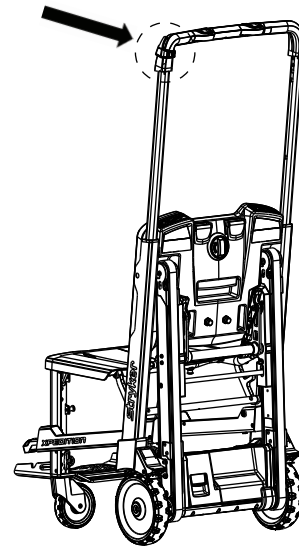

Figura 36 – Acople el gancho i.v. a la silla
**Nota** - Alinee el gancho i.v. alrededor de la extrusión en la barra de agarre del lado izquierdo del paciente (Figura 36).